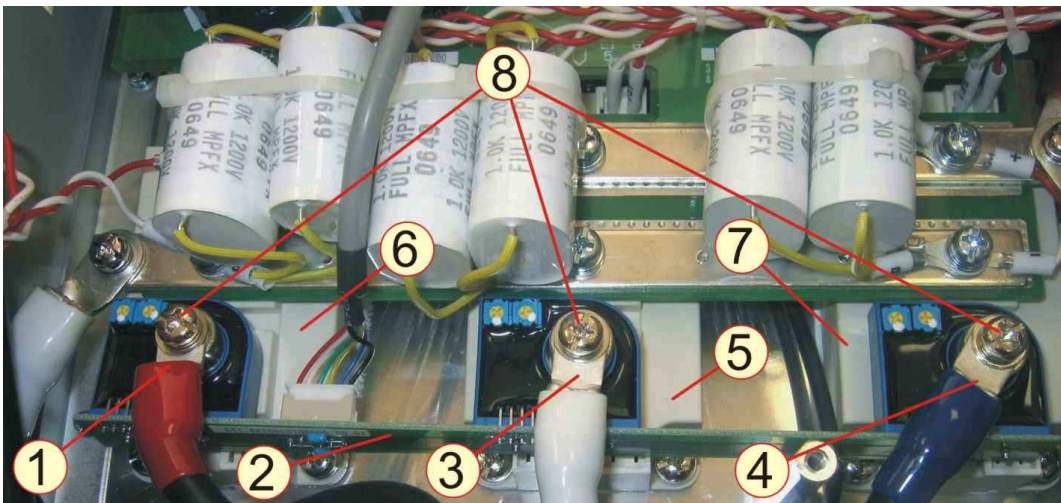

Рисунок 7.23
7.10.3 Закрепить наконечники 1, 3 и 4 винтами 8 (рисунок 7.23), вкрутив винты через отверстия в наконечниках и втулках в невыпадающие гайки под контактами IGBT модулей, соблюдая следующее соответствие: